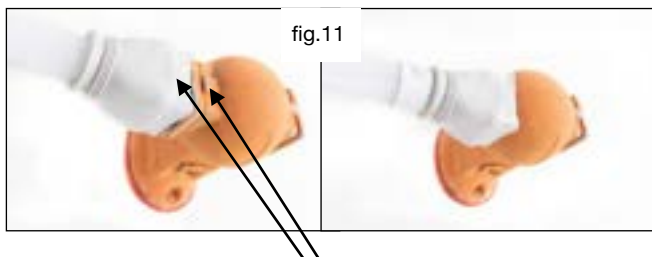

fig.11
- Chiudere le cuffie della posizione corretta facendo attenzione al segno di riferimento presente sia sull'ovoled che sulla cuffia protettiva. (fig.11)